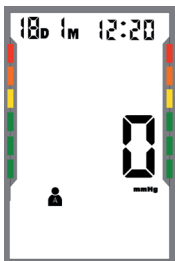

Abb. 7b
- Danach startet das Gerät und fängt an zu Pumpen. (s. Abb. 7b)